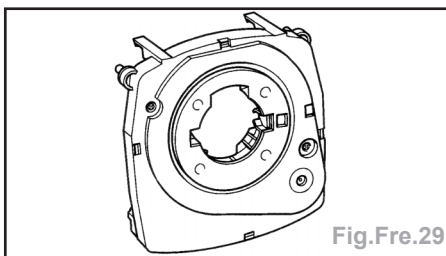

Fig.Fre.29
- Le contrôle dynamique de conduite utilise un capteur d'angle de volant pour mesurer la trajectoire souhaitée par le conducteur. Cette information est interprétée comme une commande conducteur. Position : ce capteur est situé sur la colonne de direction, il est cliqué sur l'ensemble du commutateur rotatif (Fig. Fre.29).